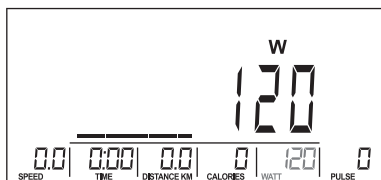

Fig. 22
2. Use la perilla para crear un perfil de usuario (Fig. 22). Ajuste el nivel de resistencia en cada una de las 8 columnas de su programa personalizado. Pulse MODE para confirmar la selección. Mantenga pulsado MODE durante 2 segundos para salir mientras configura los ajustes.